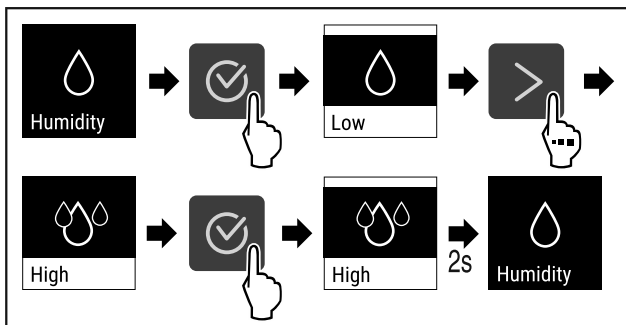

Fig. 94
- ▶ Følg anvisningene (se Fig. 94).